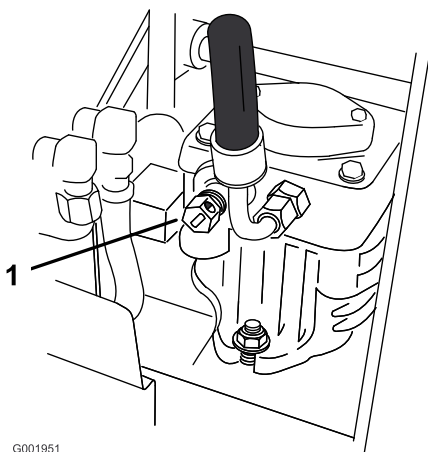

Figura 10
2. Abra las válvulas de desvío de ambas bombas girándolas 1 a 2 vueltas en el sentido contrario a las agujas del reloj. Esto permite que el aceite hidráulico se desvíe alrededor de la bomba, dejando que las ruedas giren (Figura 10).